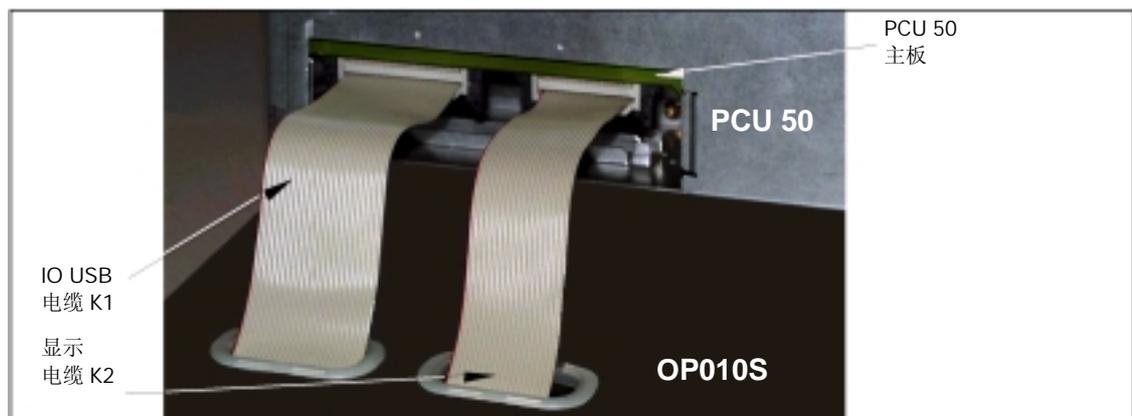

图 6-2 OP010S 壳体背面连接：PCU50 连接
背面有两个电缆（图 6-2），用于连接 PCU。
2. 把 PCU50 按照直角的位置放置到 OP010S 上（参见图 6-2）。
3. 把 OP010S 的电缆插头 K1 和 K2 插入到 PCU50 箱体后侧对应的插座中（图 6-2），确保插头锁定、插销合上。